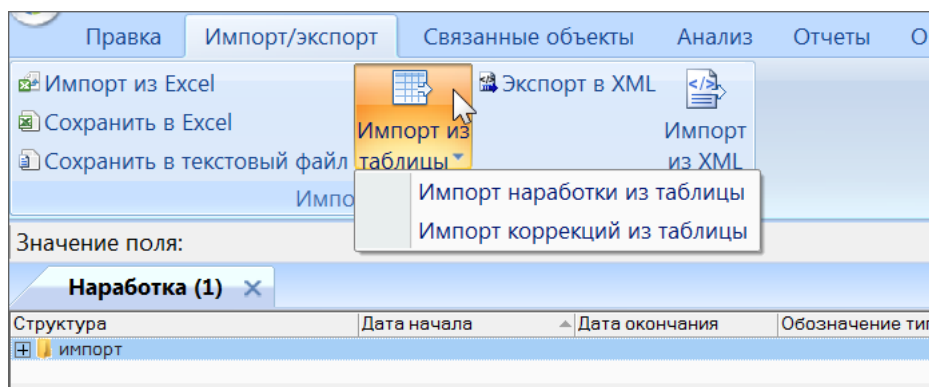

Рис. 30-54 – Вызов диалогового окна импорта из таблицы в рабочем окне «Нарботка»
- 3) Нажать кнопку «Импорт из таблицы» панели «Импорт/экспорт» и из раскрывшегося списка выбрать нужную команду (рис. 30-54).